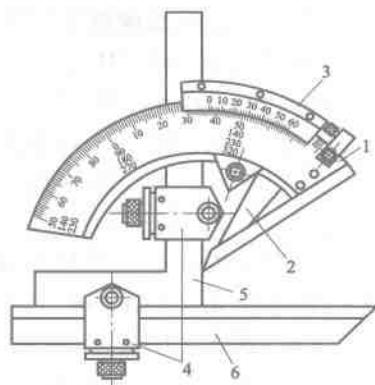

图 1—17 万能角度尺
(1) 万能角度尺的结构。如图 1—17 所示，万能角度尺由尺身、90°角尺、游标、制动器、基尺、直尺、卡块等组成。